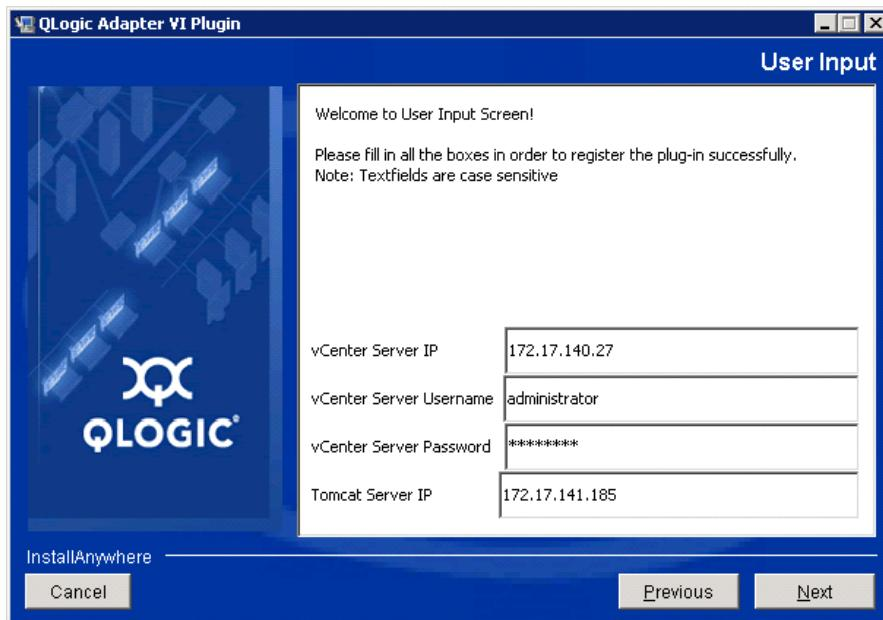

図 2-14. QLogic Adapter VI プラグインウィザード：ユーザー入力
5. 要求された情報をボックスに入力して **Next** (次へ) をクリックします（図 2-14 を参照）。